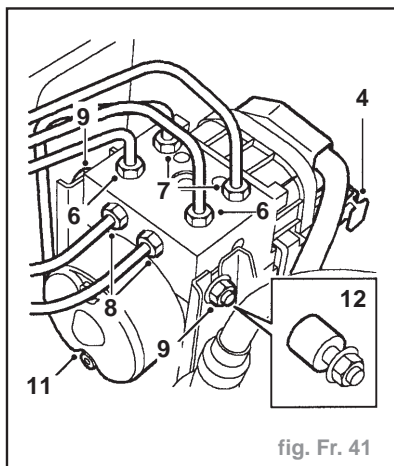

fig. Fr. 41
- Tirer l'attache (4) vers l'extérieur et débrancher la fiche multibroches de l'ECU du modulateur (fig. Fr. 41).